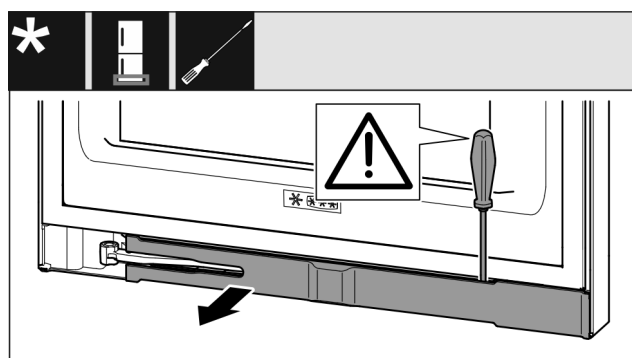

Fig. 17
- Dégager le cache au moyen d'un tournevis plat et le faire pivoter sur le côté. (voir Fig. 17)